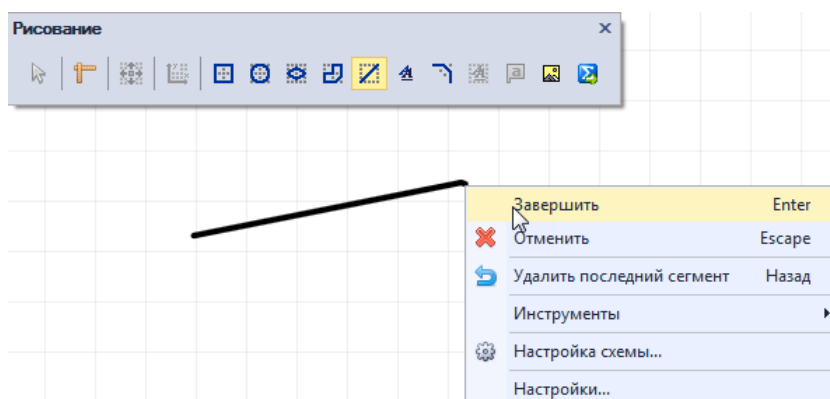

Рис. 358 Завершение построения линии
- Для завершения построения линии нажмите Enter или «Завершить» в контекстном меню, см. Рис. 358.